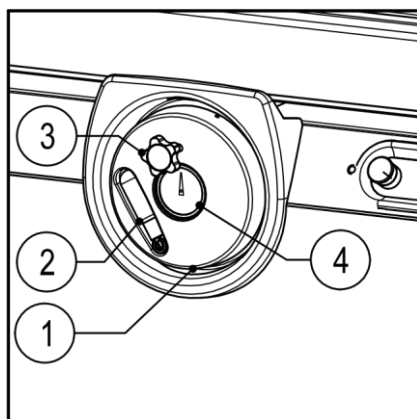

Fig.12A
Instelling van hoofdzaag en voorritserzaagblad Z400M (Fig.12A-B)
De hoogteverstelling van de voorritszaag gebeurt met de instelknop (5). (fig 12A)
Na de instelling vergrendelen met de gekartelde moer (4). (fig 12A)
- Het instellen van de hoogte van het hoofdzaagblad (enkel EL en X1) wordt gedaan met behulp van de drukknoppen (5). Om omkeerspel tegen te gaan, steeds de hoogte aanpassen in de <<up>> modus.
- De hoogte van het voorritszaagblad aanpassen (fig.12A), wordt gedaan door gebruik van de klemhendel (4) en de gekartelde moer (3). Los de gekartelde moer en draai de klemhendel (4) rechts om te stijgen en links om te dalen. Bij het beëindigen van de aanpassingen in hoogte, sluit de moer en de klemhendel (3).